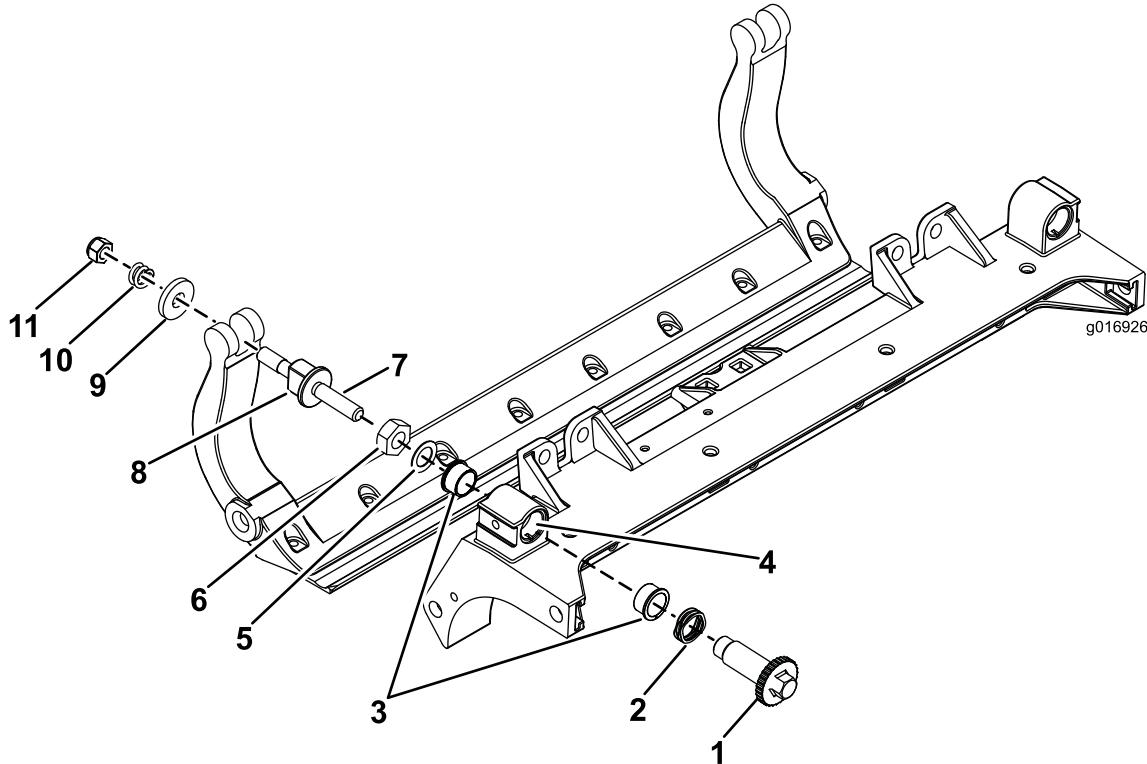

图28
- 拆除所有零件（请参阅 HD DPA 套件安装说明和图28）。
- 将防啮合剂涂抹到滚刀组中心机架（图28）的轴套区内侧。
- 将凸缘轴套上的键与机架的槽对准，然后安装轴套（图28）。
- 将一个波形垫圈安装到调节器轴上，然后调节器轴滑入滚刀组机架中的凸缘轴套内（图28）。
- 使用扁平垫圈和锁紧螺母固定调节器轴（图28）。
- 在两个尼龙垫圈的外侧各放一个钢垫圈（图28）。
- 注意：** 内侧的垫圈可能有空隙（图28）。
- 旋紧每个底刀架调节器总成上的螺母，直到加压弹簧完全压紧，然后往回松开 1/2 圈（图28）。